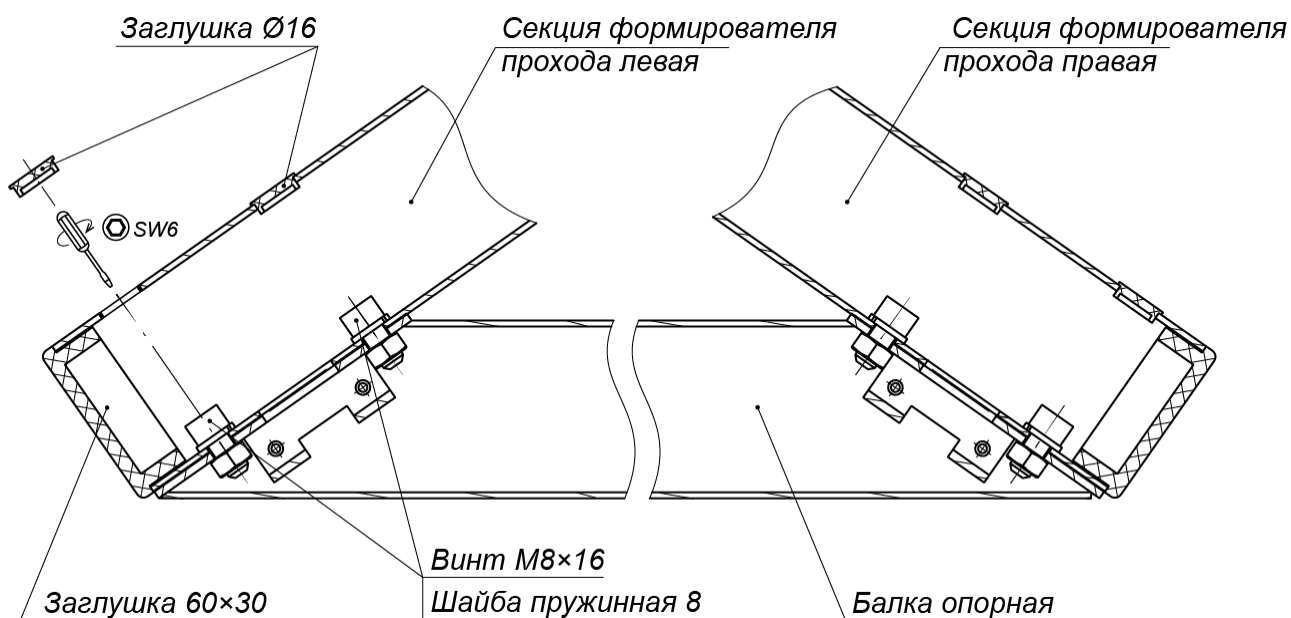
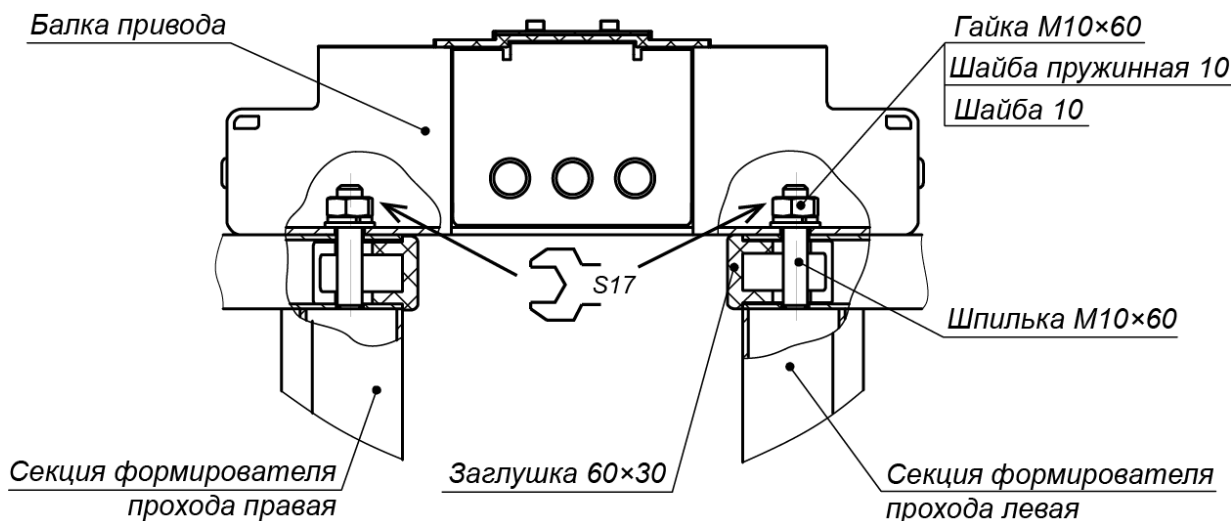

Рисунок 15. Крепление балки опорной к секциям формователя прохода
Рисунок 16. Крепление балки привода к секциям формирователя прохода
- Установите секции (6) формователей прохода на установочную поверхность, ориентируя отверстия в опорных фланцах по расположению анкеров. При этом левая и правая секции каждого ИУ турникета должны быть правильно выставлены и сориентированы: блоки индикации формователей должны быть развернуты наружу (см. рис. 2) и учтено расположение на секциях мест крепления опорной балки (см. рис. 15).
14. Установите балки опорные (7) на секции (6) формователей прохода, каждую в следующем порядке (см. рис. 15):
15. Распакуйте балку привода (9) с крышкой (10) (ящик №1).
16. Произведите монтаж балки привода (9) (работайте вдвоем!):
- Снимите крышку (10) с балки привода (см. разд. 6).
- Используя две стремянки, осторожно установите балку сверху на турникет, при этом шпильки, расположенные на секциях (6) формователей прохода, должны попасть в соответствующие отверстия в балке. Будьте внимательны – не повредите соединительные кабели!
- Придерживая балку, осторожно приподнимите ее с одной стороны и пропустите концы кабелей индикации (14) из балки опорной (7) в соответствующие отверстия балки привода. Временно закрепите их внутри балки (к примеру, с помощью скотча). Те же самые действия произведите с другой стороны балки.
- Закрепите балку привода на секциях (6) формователя прохода четырьмя гайками М10 с шайбами (см. рис. 16), накрутив их на шпильки с помощью торцевого ключа S17. Затяжка гаек предварительная, для возможности регулировки положения.
- Проверьте вертикальность положения ротора с помощью уровня. При необходимости устраните отклонение от вертикальности путем смещения балки привода (9) в пределах допуска монтажных отверстий. Окончательно затяните все гайки и винты крепления балки привода.
20. Закройте пластиковыми заглушками Ø16 отверстия для винтов соединения секций ротора (2) и отверстия крепления балки опорной (7) к секциям (6) формователя прохода (см. рис. 15 и 19).